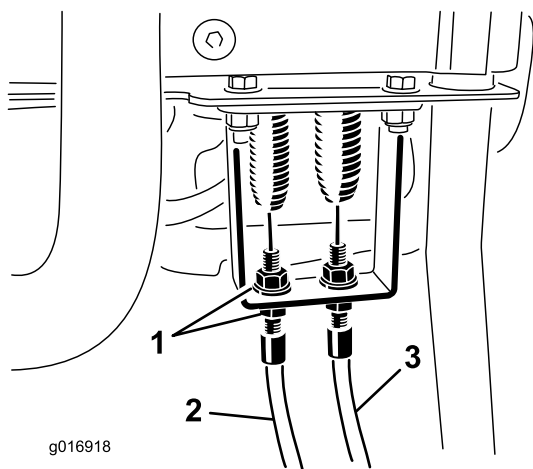
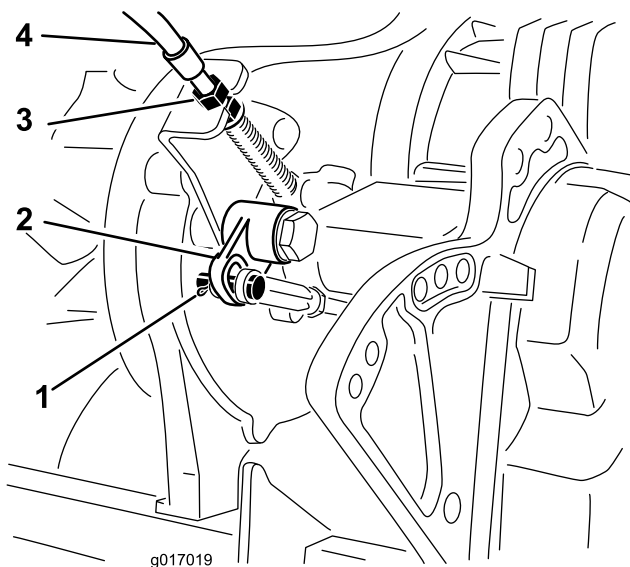

Figura 45
Figura 46
2. Compruebe que no hay holgura en el cable de control de tracción, en el muelle de extensión (Figura 45). Si hay holgura, ajuste las contratuercas en el soporte (Figura 46) hasta eliminar la holgura en el cable sin alargar el muelle.
- Retire el pasador y la chaveta que sujetan la horquilla de la varilla a la palanca acodada. Desconecte la horquilla de la palanca acodada (Figura 46).
- En el soporte (Figura 46), ajuste las contratueras del cable para reducir la distancia a la palanca para compensar la modificación anterior.
- Ajuste las contratueras del cable en el soporte para eliminar la holgura del cable sin alargar el muelle (Figura 45).
- En el soporte de la palanca de control, afloje el cable de control del molinete hasta que haya holgura en el cable (Figura 45).